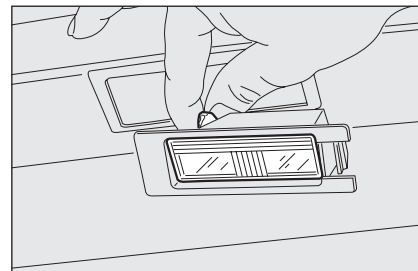

рис. 29
- Замените лампу рис. 29, вытянув ее из боковых контактов, и убедитесь, что новая лампа надежно закреплена между контактами;